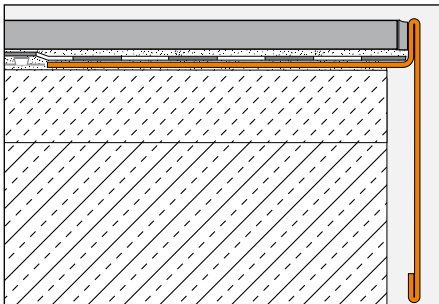
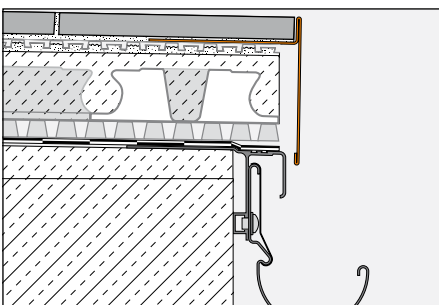

Fig. 4
Fig. 5
## Forarbejdning til fast udlægning i kombination med flisebelægning med BARA-RT (fig. 4 og 5)
2. BARA-RT indlejres med det trapezperforerede forankringsben på kanten af pudslaget (fig. 4) eller den allerede udlagte drænmåtte Schlüter-DITRA-DRAIN (fig. 5) i kontaktlaget, bestående af et tyndt limlag, og spartles helt over.